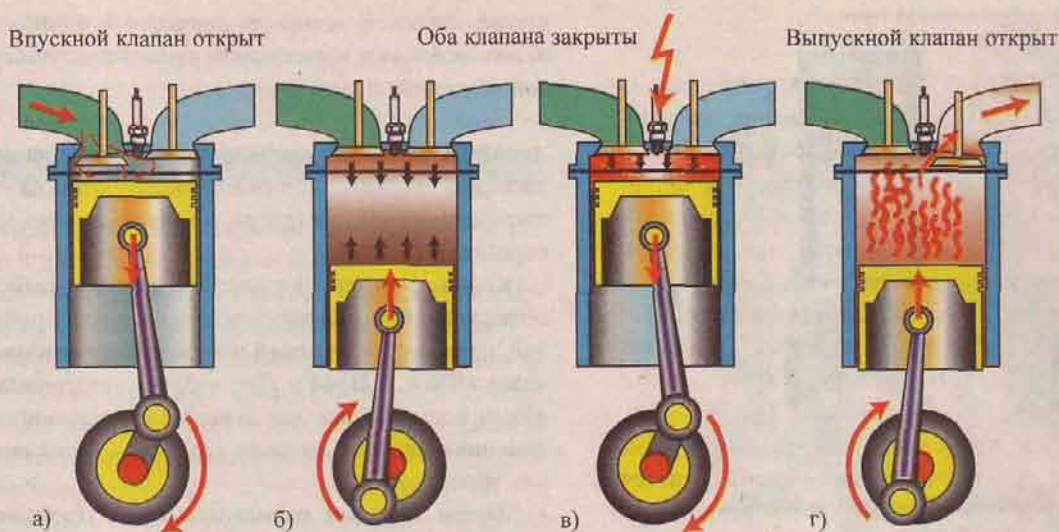

Рис. 8 Рабочий цикл четырехтактного карбюраторного двигателя
**Первый такт** – впуск горючей смеси (рис. 8а).
**Второй такт** – сжатие рабочей смеси (рис. 8б).
**Третий такт - рабочий ход** (рис. 8в).
**Четвертый такт - выпуск отработавших газов** (рис.8г)